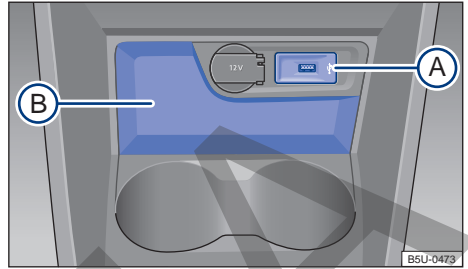

Fig. 90 En la consola central delantera: portaobjetos.
En la consola central delantera hay un portaobjetos abierto → fig. 90 (B).